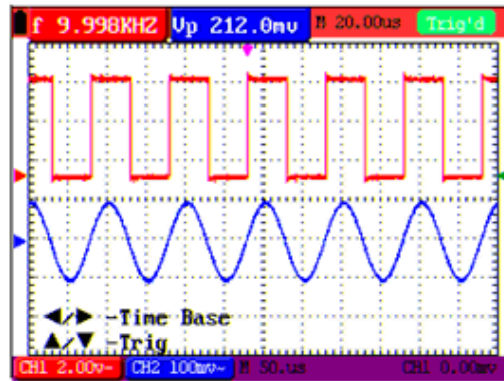

Рис. 6: Регулировка **К разв** (кан1)
1. Нажать **OPTION** до появления требуемого параметра из ранее указанного перечня настроек (см. рис.6).